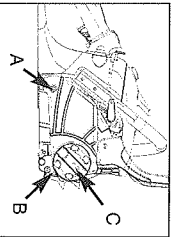

Fig. 3B
3. Relâchez le bouton (C) légèrement en faisant tourner le bouchon dans le sens inverse des aiguilles d'une montre puis faites tourner l'anneau de tension de la chaîne (B) dans le sens inverse des aiguilles d'une montre pour relâcher la tension de la chaîne. (Fig. 3B)
4. Pour retirer le couvercle de l'engrenage (A), tournez le bouton (B) dans le sens inverse des aiguilles d'une montre. (Fig. 3B)